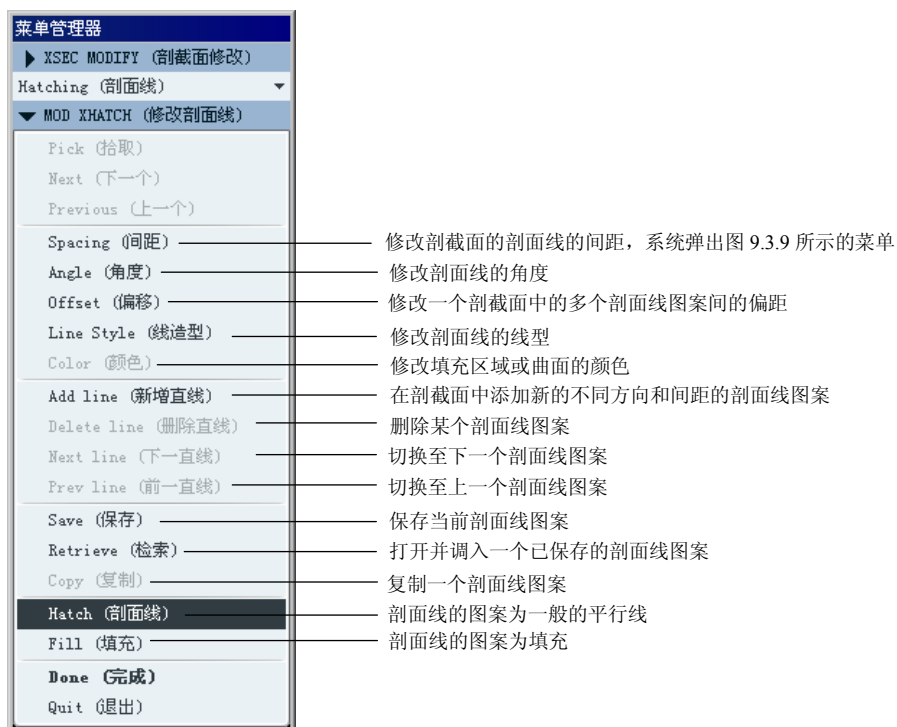

图 9.3.8 “修改剖面线”菜单
(3) 在图 9.3.8 所示的 **XSEC MODIFY (剖截面修改)** 菜单中, 选择 **Hatching (剖面线)** 命令。